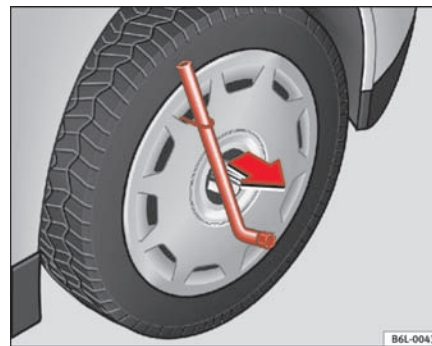

Fig. 132 Sådan tages hjulkapslerne af.
- Afmonter hjulkapslen ved hjælp af afmonteringsbøjlen ⇒ fig. 132 6).